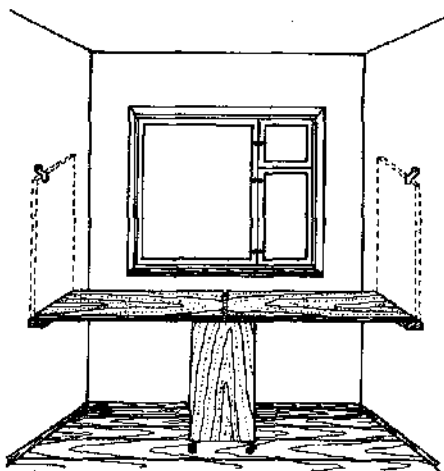

Рис. 205. Рабочее место для двоих в тесном помещении
**Два рабочих места в тесном помещении.** Для размещения рабочих мест для двоих в тесном помещении можно применить вариант, показанный на рис. 205. Понадобят-